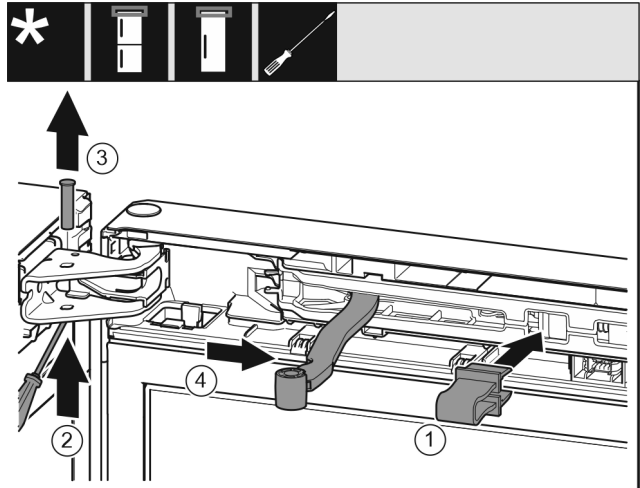

Fig. 8
- ▶ Sicherung in Öffnung einrasten. Fig. 8 (1)
- ▶ Bolzen mit Schraubendreher herausschieben. Fig. 8 (2)
- ▶ Bolzen nach oben herausnehmen. Fig. 8 (3)
- ▶ Gelenk in Richtung Tür drehen. Fig. 8 (4)